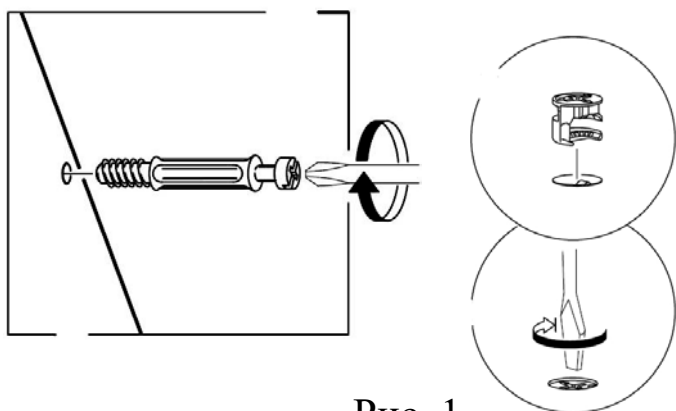
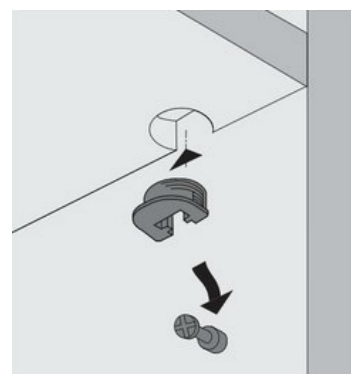

Рис. 1
Рис. 2
1. В верхний щит (23), горизонтальные щиты (34), нижний щит (24), планки цокольные (10), (11), планку заднюю (44) в имеющиеся отверстия установить эксцентрики, таким образом, чтобы стрелка была повернута в сторону отверстия в торце.
В установленные муфты эксцентриковых стяжек на боковых стенках (26), (27), нижнем щите (24) ввернуть дюбели DU 644, в соседние отверстия установить шканты (рис.1).
2. Установить монтажные планки петель на боковые стенки (26) и (27) с помощью комплектных винтов. Также на боковые стенки и перегородку установить направляющие ящиков шурупами крепежными 6,3х10,5мм. Первое отверстие на щите должно совпасть с третьим отверстием на направляющей, за исключением: на правой стороне перегородки первое отверстие на щите должно совпасть со вторым отверстием на направляющей.
3. Установить штоки полкодержателей в желаемый ряд отверстий на боковых стенках (26), (27) и перегородке (28). На полки (29) установить врезные полкодержатели (рис.2).
5. Установить опоры на боковые стенки (26), (27) и на планку цокольную (11) с помощью шурупов 3,5х13мм.
6. К перегородке (28) присоединить нижний щит (24) и верхний щит (23) с помощью конфирмат-винтов. Далее присоединить к перегородке (28) горизонтальные щиты (34) с помощью двойных дюбелей и эксцентриков. Затянуть эксцентрики, повернув их на 180 градусов.
7. К нижнему щиту (24) присоединить цокольные планки (10), (11) так, чтобы дюбели вошли в предназначенные для них отверстия. Затянуть эксцентрики, повернув их на 180 градусов. Закрепить планки между собой конфирмат-винтом.
8. К получившейся конструкции присоединить справа и слева боковые стенки (26) и (27) с помощью эксцентриковых стяжек и конфирмат-винтов. Затянуть эксцентрики, повернув их на 180 градусов.
9. Установить переднюю цокольную планку (9), закрепив ее к боковым стенкам и цокольной планке (11) конфирмат-винтами.
11. Сверху присоединить крышку (25) с помощью винтов М6х25мм.